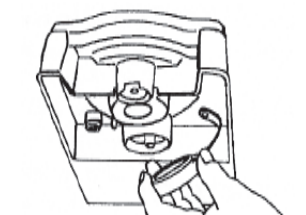

図11
- 8) 水平に持ったまま、ゴムカバーを外してください(図11)。